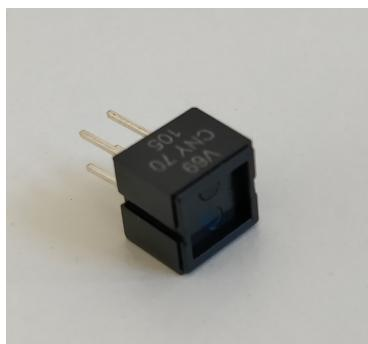
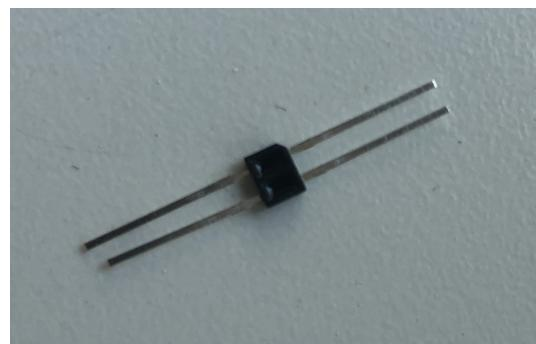
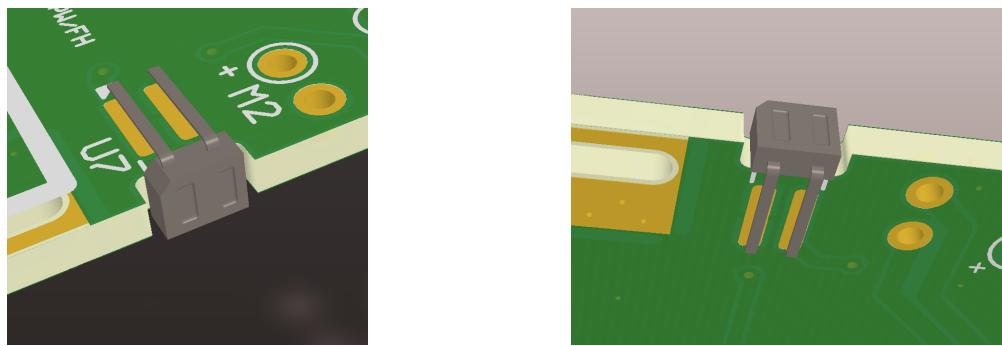

Abb. 12: Reflexlichtschranke (CNY70)
Abb. 13: Reflexlichtschranke (ITR8307)
Abb. 29: Angebrachte Reflexlichtschranke von oben (links) und unten (rechts)
Reflexlichtschranken (Abb. 12 und Abb. 13) können die Unterbrechung eines Lichtstrahls erkennen und die resultierende Stärke der Reflexion in ein elektrische Signal umwandeln. Sie bestehen aus einer Infrarot-Leuchtdiode und einem Phototransistor in einem gemeinsamen Gehäuse. Die Leuchtdiode sendet Strahlung im Infrarot-Bereich aus, die an Objekten, die sich im Strahlengang befinden, reflektiert wird. Je nach Helligkeitswert des Objektes wird ein bestimmter Anteil der Strahlung reflektiert, der dann einen Strom entsprechender Stromstärke im Phototransistor erzeugt.
18. Die beiden Reflexlichtschranken (Abb. 13, ITR8307) an den Stellen U6 und U7 einlöten. Dabei die **Polarität** beachten. Die Lichtschranke hat eine abgeschrägte Ecke, die auch auf der Platinen-Oberseite eingezeichnet ist. Dieses Bauteil wird seitlich an die Platine montiert. Dazu werden die zwei Beinchen horizontal auf der Oberseite aufgelötet und die unteren beiden Beinchen auf der Unterseite gelötet, wie in Abbildung 29 zu sehen ist. Zudem sollte die Vorderseite der Lichtschranke möglichst orthogonal zur Platine sitzen, sodass die Encoderscheiben auf den Rädern zuverlässig ausgelesen werden können.
19. Die drei Reflexlichtschranken (Abb. 12, CNY70) auf der **Unterseite der Platine** an den Stellen U2, U3 und U4 einlöten. Dabei die **Polarität** beachten. Die Seite der Bauteile mit der Beschriftung liegt an der Seite mit der eingezeichneten dicken Linie auf der Platine auf.